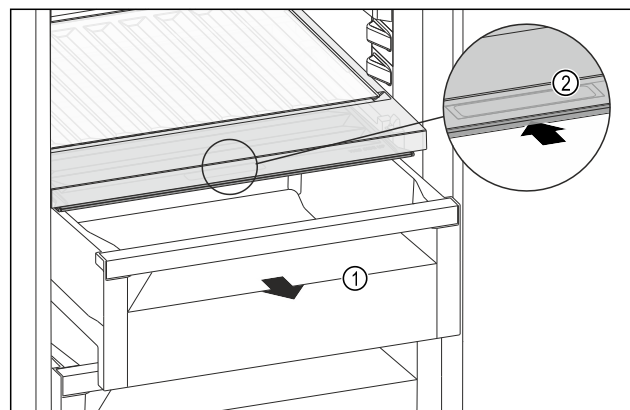

Fig. 215
- Изтеглете чекмеджето Fig. 215 (1).
- Хванете вдлъбнатия захват Fig. 215 (2) на капака на отделението и едновременно с това избутайте назад капака на отделението.